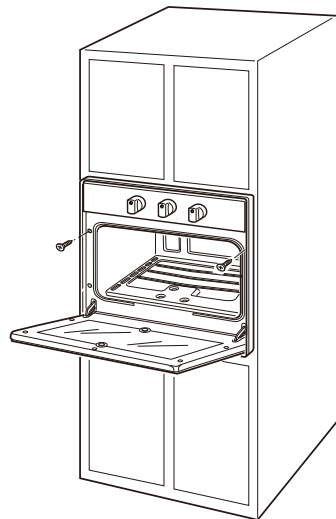

Fig.11
Considérations De Sécurité Le four devrait être fixé à l'armoire avec deux (2) petites vis (fourni avec l'unité) à travers le bord du trou (voir Fig.11).